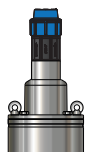

Рисунок 3
2. Установите обратный клапан на выходе из насоса (рисунок 3). Обратный клапан\* поддерживает давление в трубопроводе, препятствуя сливу воды в источник.